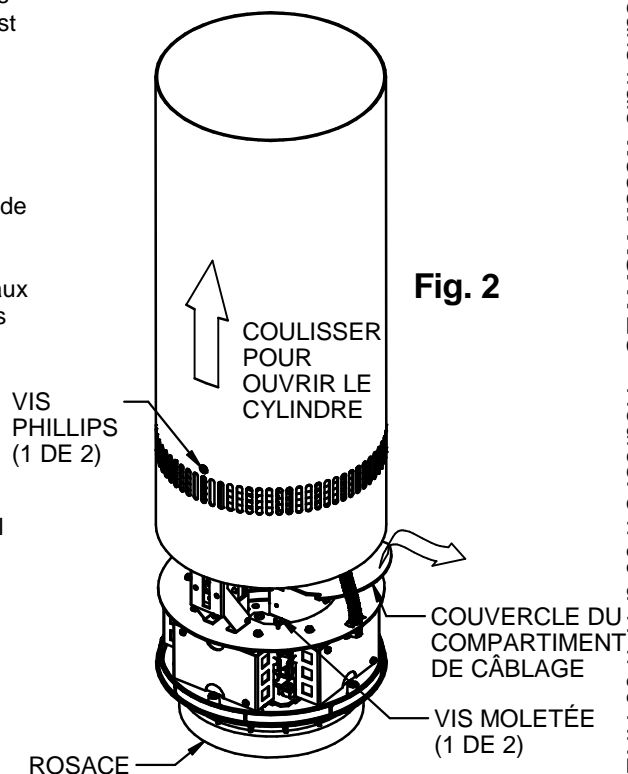

Fig. 2
3. Avec précaution, poser le cylindre sur sa rosace supérieure (côté à ailettes, en fonte). Desserrer (sans les déposer) les deux vis Phillips sur les côtés opposés du cylindre (près les fentes d'aération) jusqu'à ce qu'elles se dégagent des fentes de blocage internes et que le cylindre coulisse librement. Dégager le cylindre extérieur en le glissant vers le réflecteur (il doit pouvoir coulisser de 18 cm environ à partir de la rosace à ailettes en fonte) puis serrer les deux vis Phillips pour immobiliser le cylindre en position ouverte (**Fig. 2**).